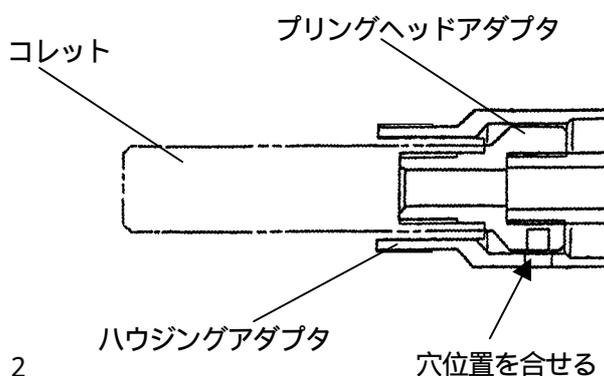
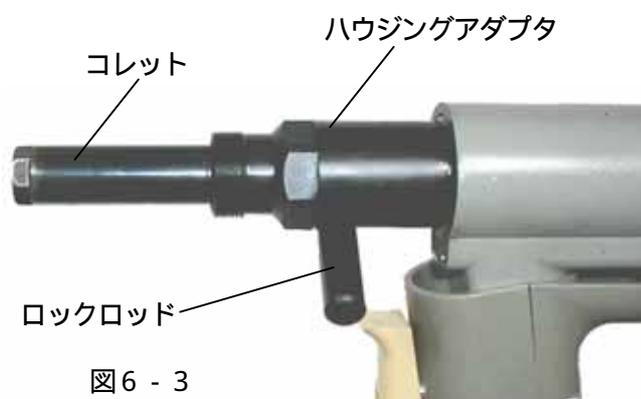

図6-2
図6-3
- (2) コレットをスパナで回し、ハウジングアダプタの側面の穴とプリングヘッドアダプタの穴を合せ、付属のロックロッド (PRS1000HK-06) を差込み、これにてプリングヘッドアダプタを固定し、スパナでコレットを外してください。(図6-2、図6-3)
- (3) 組付はロックロッドにてプリングヘッドアダプタを固定し、コレットを締め込んでください。(図6-3)
- (4) アンビルをハウジングアダプタに差込み、ロックナットをスパナで締め込んでください。